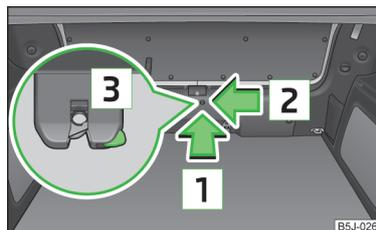

Abb. 36 Notentriegelung der Gepäckraumklappe
- In die Öffnung in der Verkleidung in Pfeilrichtung **1** » Abb. 36 einen Schraubendreher oder ein ähnliches Werkzeug bis zum Anschlag einführen.